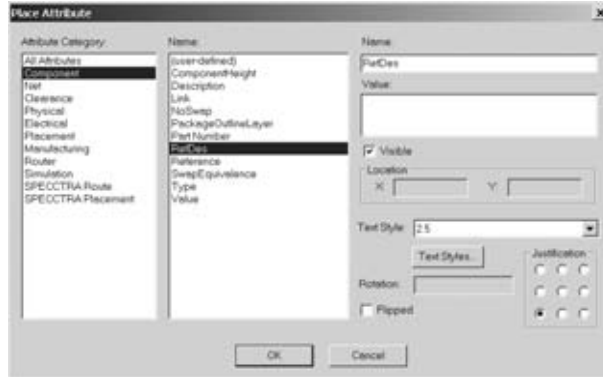

Рис.2.3.9
- Ввести атрибуты элемента. В качестве атрибутов введем место для размещения позиционного обозначения и надпись типа элемента. Для этого надо выполнить команду **Place Attribute**. В результате появится диалоговое окно Place Attribute. В этом окне в области Attribute Category выбрать Component. В области Name выбрать RefDes. В открывшемся списке Text Style выбрать 2.5. Установить в поле Justification по вертикали — низ, а по горизонтали — центр. Нажать кнопку ОК (рис.2.3.9).